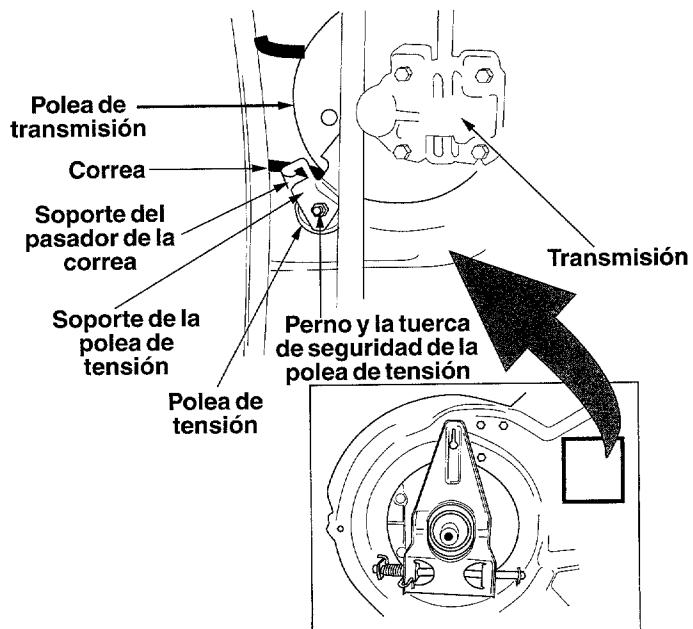

Figura 22
- Incline la transmisión hacia adelante y afloje 1/2 vuelta el perno y la tuerca de seguridad de la polea de tensión usando dos llaves de 7/16". Refiérase a la Figura 22 para la ubicación del perno y de la tuerca de seguridad de la polea de tensión.
- Aliente la correa nueva sobre la polea de transmisión, arranque la polea en la ranura de la polea y gire esta última hasta que la correa esté asentada en la polea de transmisión. Vea el recuadro de la Figura 22.
- Coloque la correa entre la polea de tensión y el soporte del pasador de la correa. Vea la Figura 22.